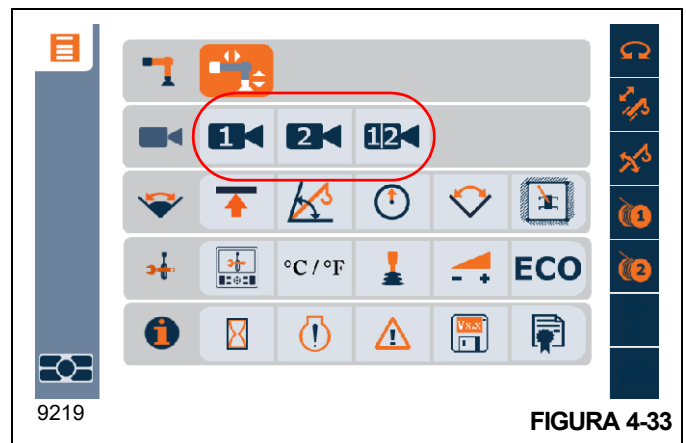

FIGURA 4-33
El grupo de cámaras está compuesto por tres iconos de función de cámara (Figura 4-33):
Use el cuadrante selector (3) para seleccionar uno de los iconos de función del grupo de cámaras (el icono se tornará naranja) (Figura 4-33), luego oprima el cuadrante selector (3) para activar la vista de cámara.
Use los botones de flecha (5) para seleccionar uno de los iconos de función del grupo de cámaras (el icono se tornará naranja) (Figura 4-33), luego oprima el botón OK (6) para activar la vista de cámara.